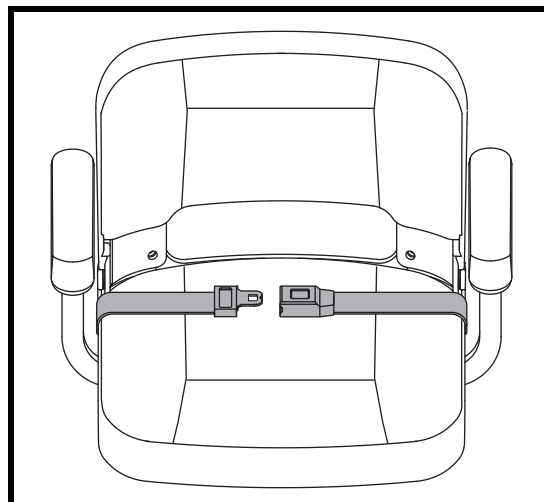

Figure 22. Ceinture de positionnement - De type attache in métal
Votre Travel Scooter peut être équipé d'une ceinture de positionnement de type automobile réglable pour votre confort. **Voir les figures 22 ou 23.** La ceinture de positionnement est conçue pour supporter et empêcher le conducteur de glisser ou d'avancer sur le siège. La ceinture de positionnement n'est pas une ceinture de sécurité.
1. Insérez l'onglet de la ceinture côté droit dans la boucle de ceinture côté gauche jusqu'à ce que vous entendiez le "clac". Voir la figure 22.